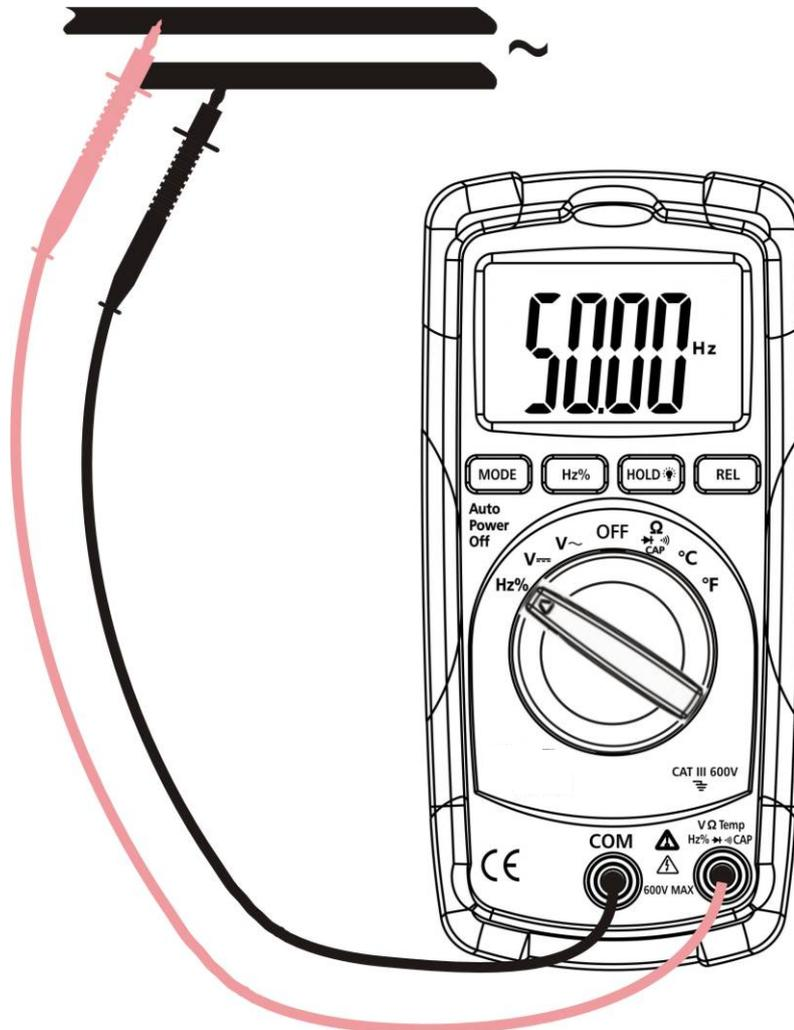

Fig. 6: Uso del instrumento en medida de Frecuencia y Ciclo de Trabajo
2. Inserte las puntas de prueba en los terminales, la punta roja en el terminal **VΩTempHz%CAP** y la punta negra en el terminal **COM** (ver Fig. 6)